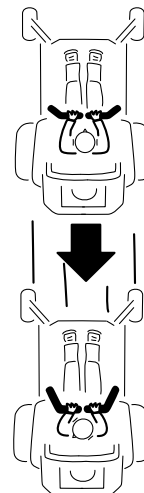

Figura 20
2. Para ir hacia atrás, mire hacia atrás y hacia abajo, y tire hacia atrás lentamente de las palancas de control de movimiento (Figura 20).
Para ir recto, aplique la misma presión a ambas palancas de control de movimiento (Figura 20).